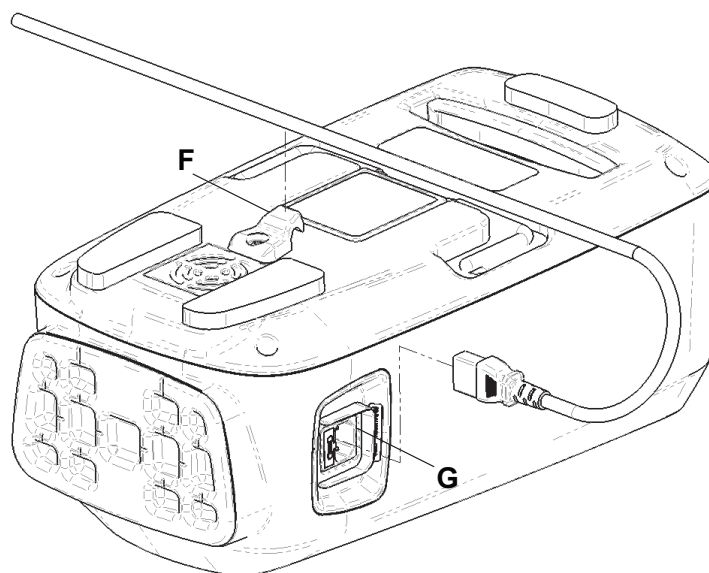

Figure 21 – Insérer le cordon d'alimentation
5. Retirer et conserver la porte d'accès au filtre à air (D).
6. Retirer et jeter le filtre à air (E).
7. Installer le filtre à air fourni (E).
9. Insérer le cordon d'alimentation sous la poignée flexible de rétention du cordon d'alimentation (F) (Figure 21).
10. Rebrancher le cordon d'alimentation dans la pompe (G) (Figure 21).